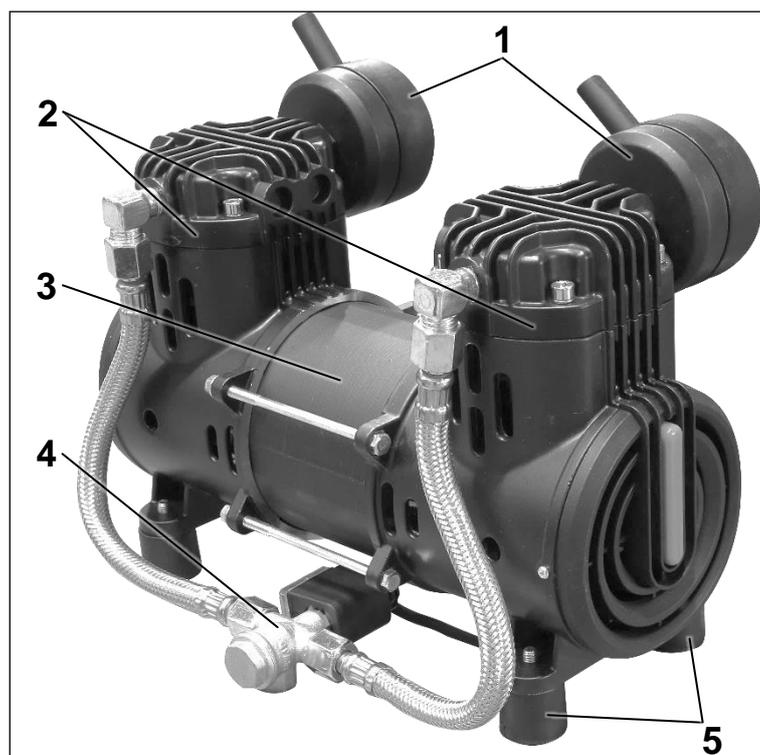

Рисунок 1 – Схема компрессорной группы
Обратный клапан 4 (см. рис. 1) расположен в нижней части каждой компрессорной группы 11 (см. рис. 3). Для его обслуживания сделайте следующее:
Воздушный фильтр расположен на каждой головке цилиндра-поршневой группы 2 (см. рис. 1). Для очистки фильтра сделайте следующее:
- снимите фильтр 1 (см. рис. 1) вращая его против часовой стрелки;
- установите фильтр 1 (см. рис. 1) обратно.